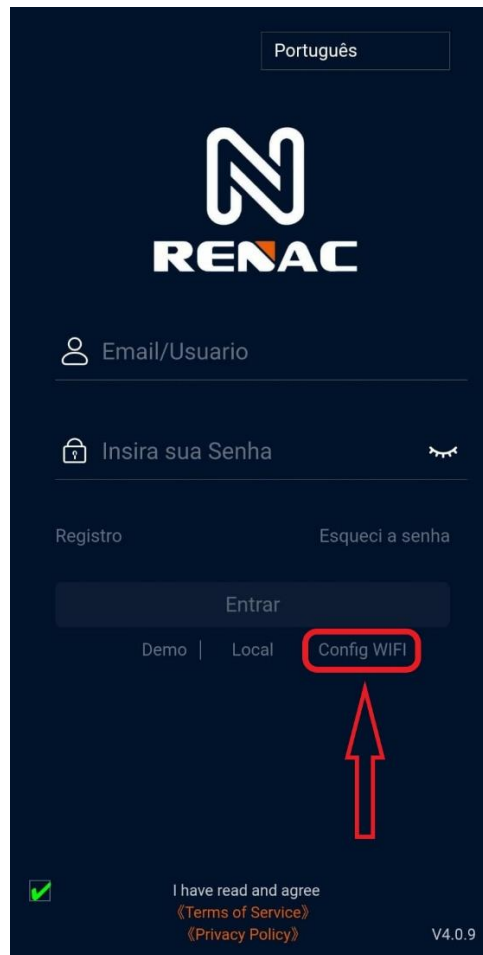

Figura 4 – Botão Config WIFI
1. Na tela de login do aplicativo RenacSEC clique no botão “Config Wifi” como demonstrado na **Figura 4**.